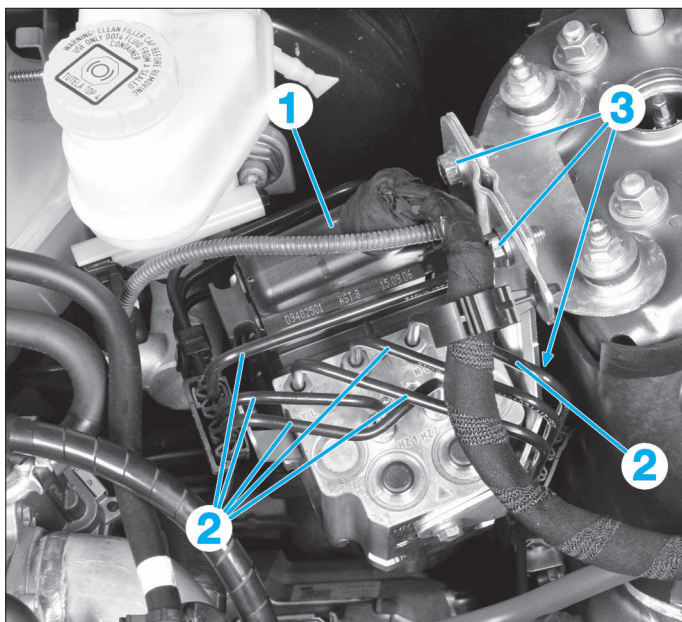

FIG. 20
- Débrancher le connecteur (1) du calculateur d'ABS (Fig.20).
- Repérer les canalisations (2) sur le bloc hydraulique puis les débrancher.
- Déposer les écrous de fixation (3) du support.